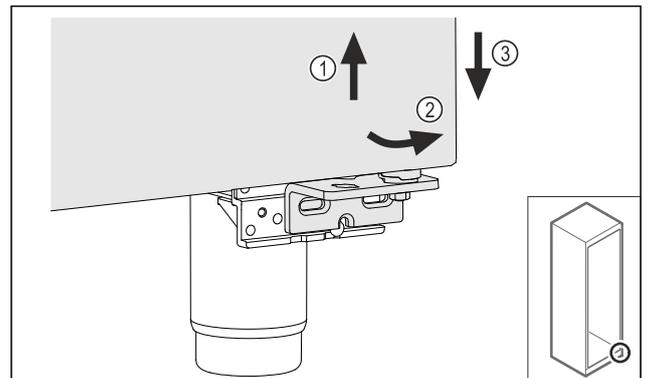

Fig. 21
- ▶ Sollevare leggermente la porta Fig. 21 (1), inclinarla in avanti sulla parte inferiore Fig. 21 (2) e abbassarla Fig. 21 (3).